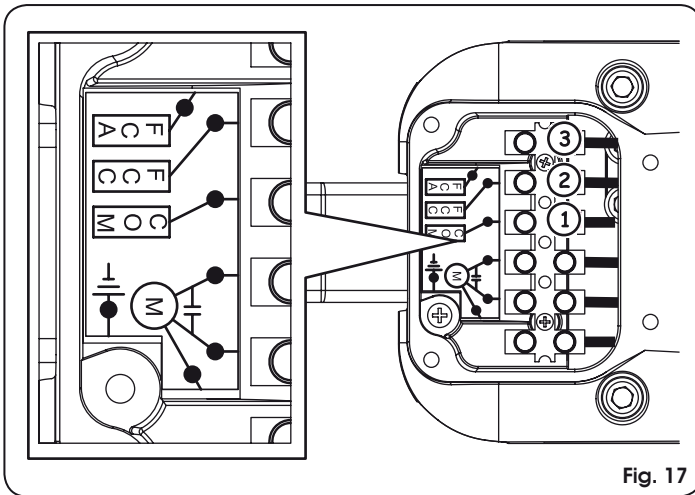

Fig. 17
- Das Kabel und die Verbindung zu den Terminals der Farben in der Tabelle unten mit Bezug auf Abbildung 17 angeben.